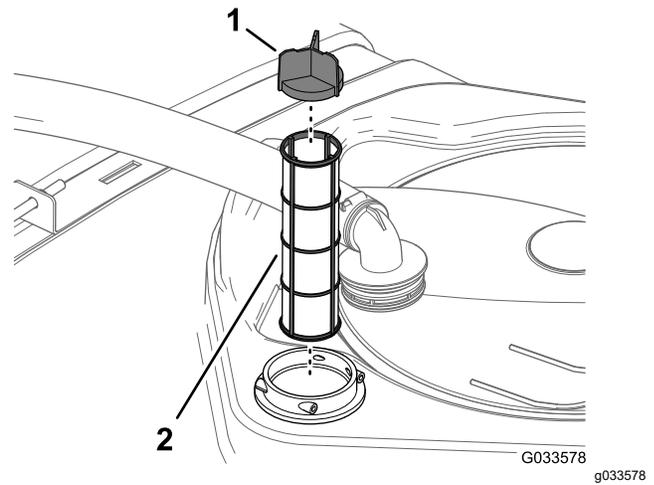

図 29
4. フィルタハウジングタンク内部からストレーナを取り出す 図 29。